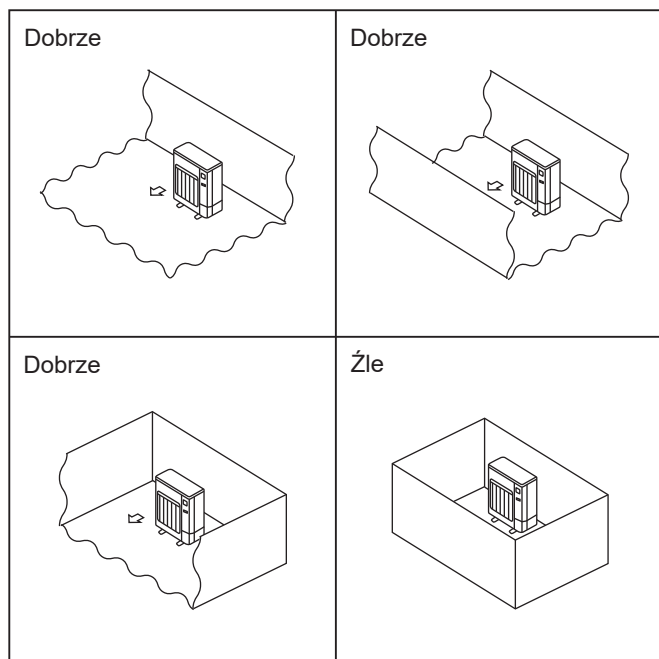

Fig. 2-2
- Ⓞ Jednostki zewnętrzne należy instalować w miejscach, które są otwarte z co najmniej jednej z czterech stron i oferują dostatecznie dużą powierzchnię bez zagłębień. (Fig. 2-2)